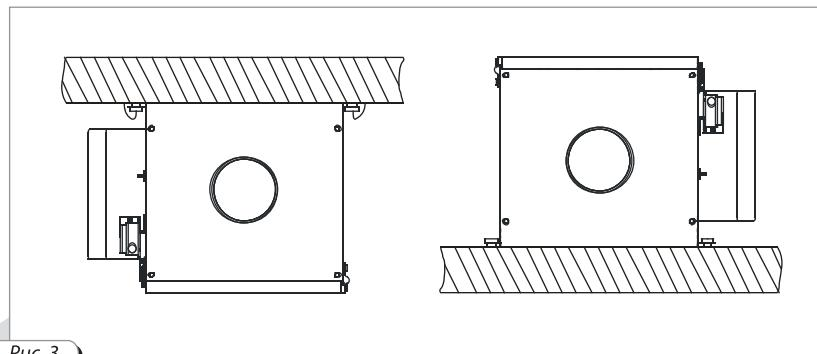

Рис. 3
**Установку «ВПА»** можно поставить или подвесить на резьбовом стержне, при этом она должна бытьочно закреплена, чтобы полностью исключить возможность освобождения или падения (необходимо учесть вес **установки «ВПА»** и материал, к которому оно прикрепляется), с применением всех монтажных L-образных держателей с антивибрационной вставкой, прикрепленных к основанию установки (рис.3).